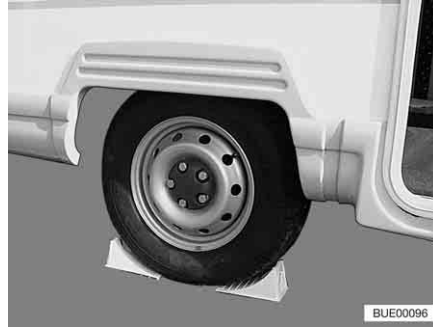

Bild 283 Säkra fordonet
- Använd stoppklossar eller liknande lämpliga föremål på det motsatta hjulet för att säkra fordonet (Bild 283).